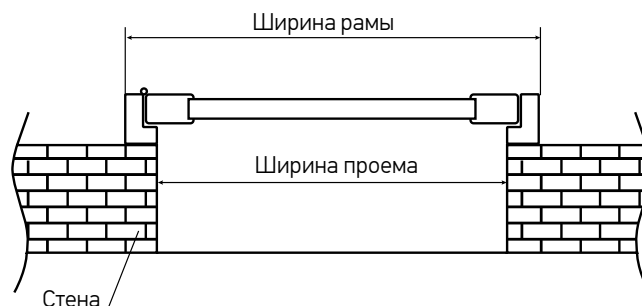

Рис. 4
2.3 Если установка на проем, то рекомендуется следующий расчет: (Ширина) = (Ширина рамы (Рис.4)) = (Ширина проема) + (Толщина выбранного L - профиля рамы) * 2